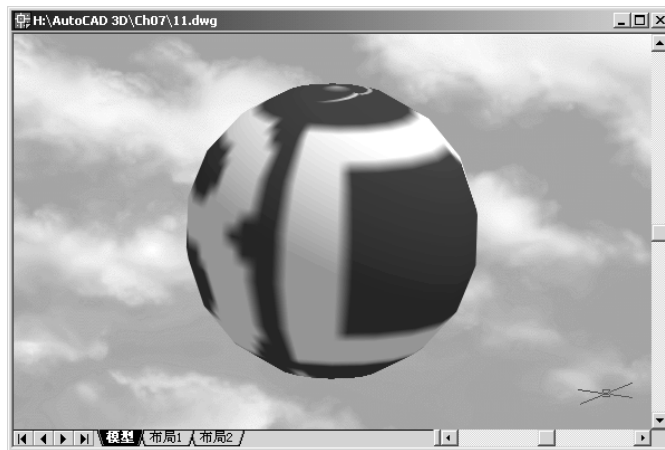

图 6-35 球面贴图
(3) 球面投影: 球面投影是将二维图像投影到球面上。此时, 二维图像将沿球面的水平和垂直两个方向弯曲, 并且将贴图的顶边和底边在球体的两个极点处压缩为一个点, 如图 6-35 所示。